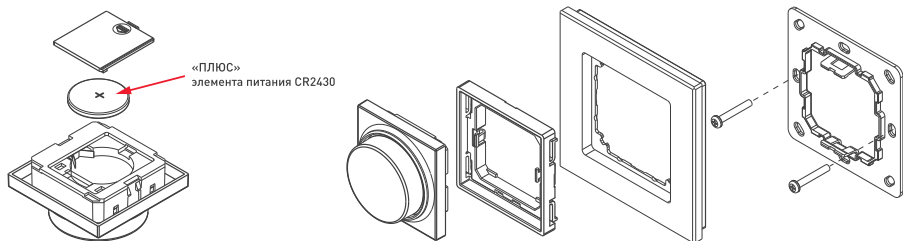

Рисунок 1. Установка элемента питания и монтаж панели.
- 3.2. Установите элемент питания CR2430 в панель (рис. 1).